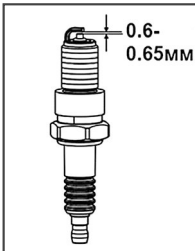

Рис. 13 Определение зазора свечи
Для эффективной работы двигателя, свеча зажигания должна иметь соответствующее калильное число, искровой зазор (Рис. 13) между электродами. Свеча не должна иметь наружных механических повреждений.
- Измерьте зазор между электродами свечи зажигания специальным щупом. Зазор должен быть 0,6-0,65 мм (Рис. 13). При увеличении или уменьшении требуемого зазора рекомендуется заменить свечу, так как регулировка зазора может привести к изменению качества искрообразования.